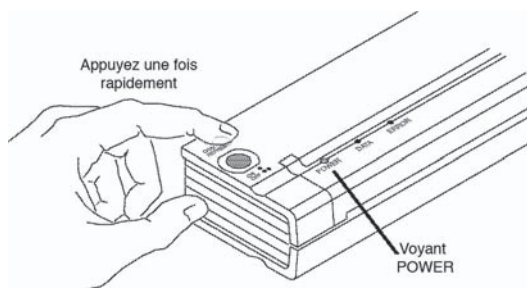

FIGURE 8. Allumage de l'imprimante
2. Allumez l'imprimante en appuyant une seule fois rapidement sur l'interrupteur principal. Le voyant POWER s'allume. Consultez la Figure 8.